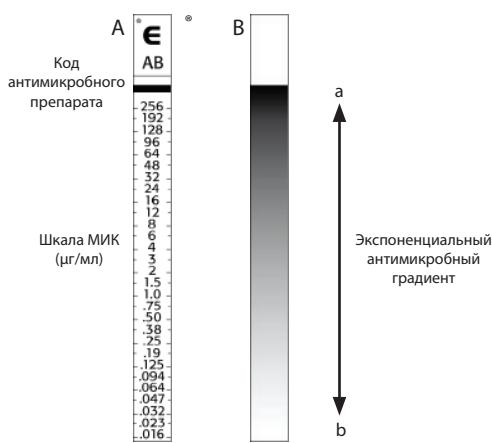
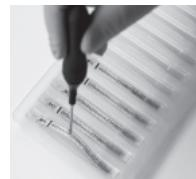

Рис. 1: Конфигурация градиента Etest
Рис. 3.
Etest представляет собой тонкую, инертную, непористую пластиковую тест-полоску. На одну сторону тест-полоски (A) нанесена шкала МИК в µг/мл и двух- или трехбуквенный код вверху для обозначения наименования антибиотика. На другой строны тест-полоски (B) зафиксирован стандартный экспоненциальный градиент антибиотика в сухом и стабилизированном виде с максимальной концентрацией в точке **a** и минимальной в точке **b** (рис. 1). Градиент покрывает непрерывный диапазон концентрации в пределах 15 двукратных разведений традиционного метода МИК.
- При обращении с тест-полосками Etest вручную их можно брать только за верхнюю часть, т. е. область, обозначенную Е. **Нельзя прикасаться к поверхности полоски в зоне нанесения градиента антибиотика, т. е. со стороны, противоположной стороне с нанесенной шкалой МИК (рис. 1, В).** До начала использования тест-полоски можно поместить в лоток аппликатора (рис. 3). Успешно взять тест-полоски Etest можно с помощью ручного аппликатора (например, Mini Grip-It, пинцетом или подобными устройствами) или вакуумного пинцета Nema C88™ (bioMérieux SA) (рис. 3 и 4). Пенопластовые картриджи с полосками Etest должны быть напрямую загружены в прибор для автоматического нанесения Simplex C76™ (bioMérieux SA).